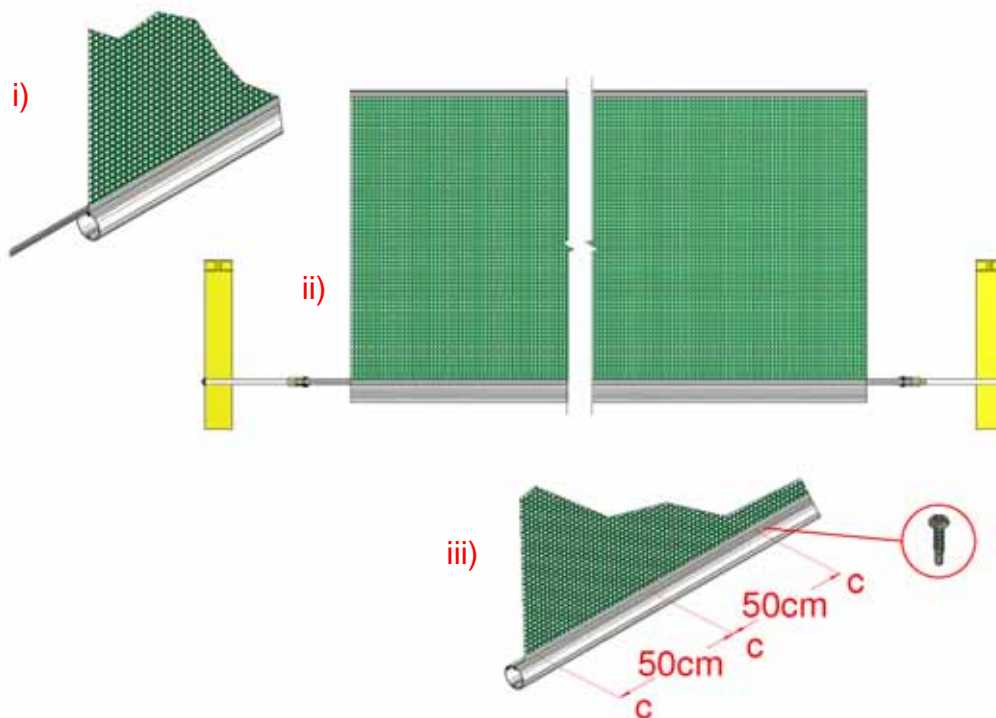

Abbildung 12: Spannen des Vorhangs
- 3.6 An allen vier Ecken des Vorhangs befinden sich vorstehende Kador-Bänder mit einer Länge von ca. 1 m, die zum Spannen des Vorhangs dienen, siehe Abbildung 12(i).
- Mitgelieferten Ratschenhaken rechts und links im Gebäude in Höhe des Kador-Profiles befestigen, siehe Abbildung 12(ii). Beim Spannen muss darauf geachtet werden, dass der Vorhang nur leicht gespannt wird. Achtung: Vorhang nicht überspannen.
- Der gespannte Kador-Streifen muss an beiden Enden fest mit Hilfe von drei Schneidschrauben befestigt werden, die durch den Kador-Streifen und die Rille des Rohres hindurchgehen und sich vom Ende aus über eine Länge von 1 m erstrecken, siehe Abbildung 12 (iii). Beide Ratschen demontieren und Kador-Streifen abschneiden.